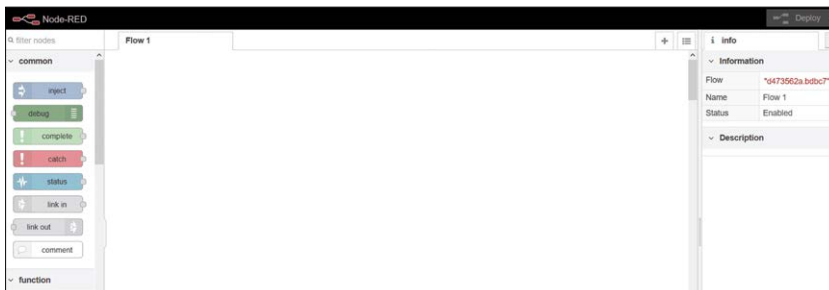

Figure 13.3 Écran de démarrage Node-RED
- Vous devriez maintenant voir l'écran de démarrage du Node-RED comme indiqué dans la figure 13.3 (seule une partie de l'écran est affichée ici).